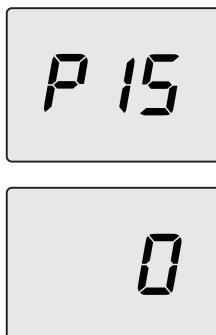

Рисунок 5.30
- Пролистать параметры, используя кнопку 13 или 14, до появления на ЖК-дисплее кода **P15**, который сменяется значением параметра, указывая на вход в "параметр 15" (Рисунок 5.30).
- При одновременном нажатии кнопок 12 и 13 (Рисунок 5.28), происходит выход без изменения значения (возврат к перечню параметров, см. Рисунок 5.30).